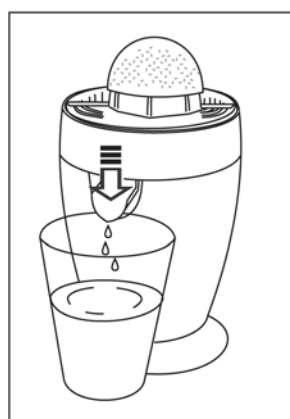
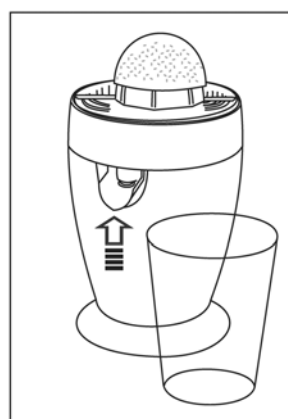

Fig. 3
Fig. 4
3. Collocare un bicchiere adatto sotto il punto d'uscita del succo (fig. 3). Il succo esce, premendo verso il basso il rubinetto di scarico e si arresta se si preme verso l'alto (funzione ferma-gocce) (fig. 4).